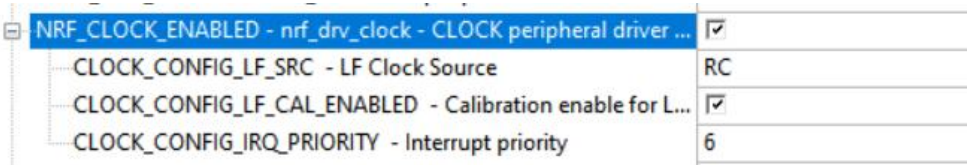

图 5.2：NRF_CLOCK_ENABLED
- 展开“nRF_Drivers”->“NRF_CLOCK_ENABLED”请按照图 5.2 进行修改：